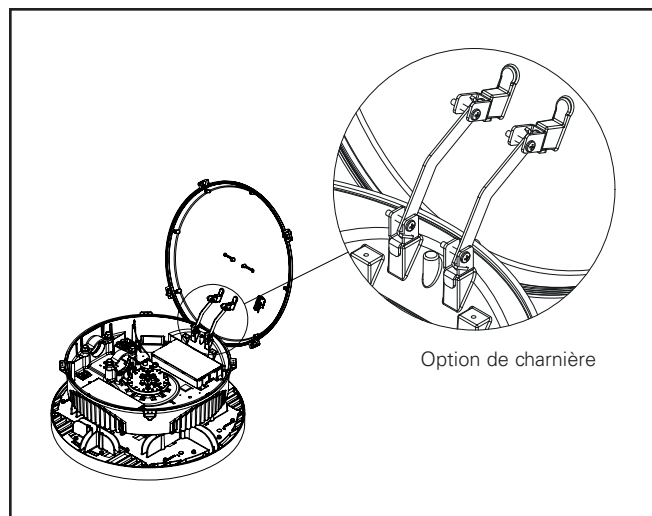

Figure 2.
Note: Le couvercle est attaché avec une chaîne de sécurité de 30,5 cm (12 po) à moins que le luminaire ait une option de charnière. L'option de charnière est montrée dans la (Figure 2).
5. Vérifiez que le luminaire est au niveau (l'indicateur de niveau est fourni de manière optionnelle dans le luminaire, voir Figure 2). Serrez les quatre colliers uniformément à 35 pi-lb.